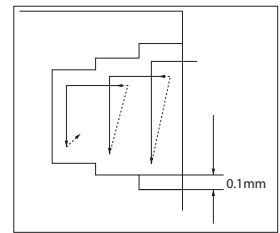

Fig. 6
- 1) 端面溝幅を広げる加工の場合 (Fig. 6 参照)